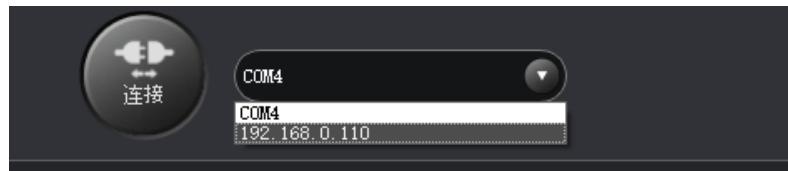

图 5.174 机械臂 IP 地址
**步骤 8** 待2秒左右后，在DobotStudio界面的左上方的串口下拉菜单会显示IP地址，选中此IP地址，并单击“连接”，如图 5.174所示。